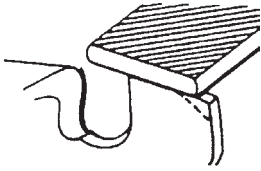

Fig. 41
- 4) Redondear la esquina frontal para mantener la forma original del calibre de profundidad después de usar la herramienta del calibre de profundidad. Respetar siempre el ajuste recomendado del calibre de profundidad, según el manual de mantenimiento o manual del operador de la sierra. (Fig. 41)